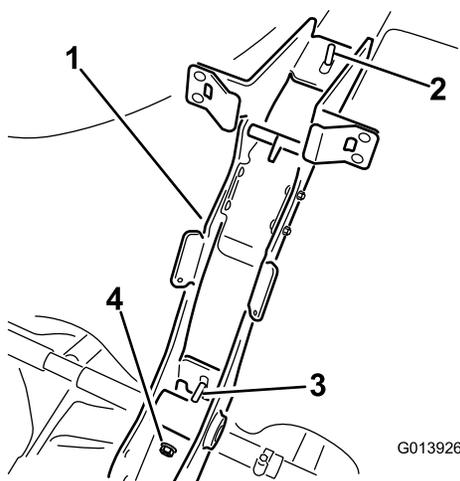

Figure 10
4. Placez un contre-écrou sur le boulon exposé inférieur qui traverse le bâti pour le fixer à la sangle de la cuve (Figure 10).